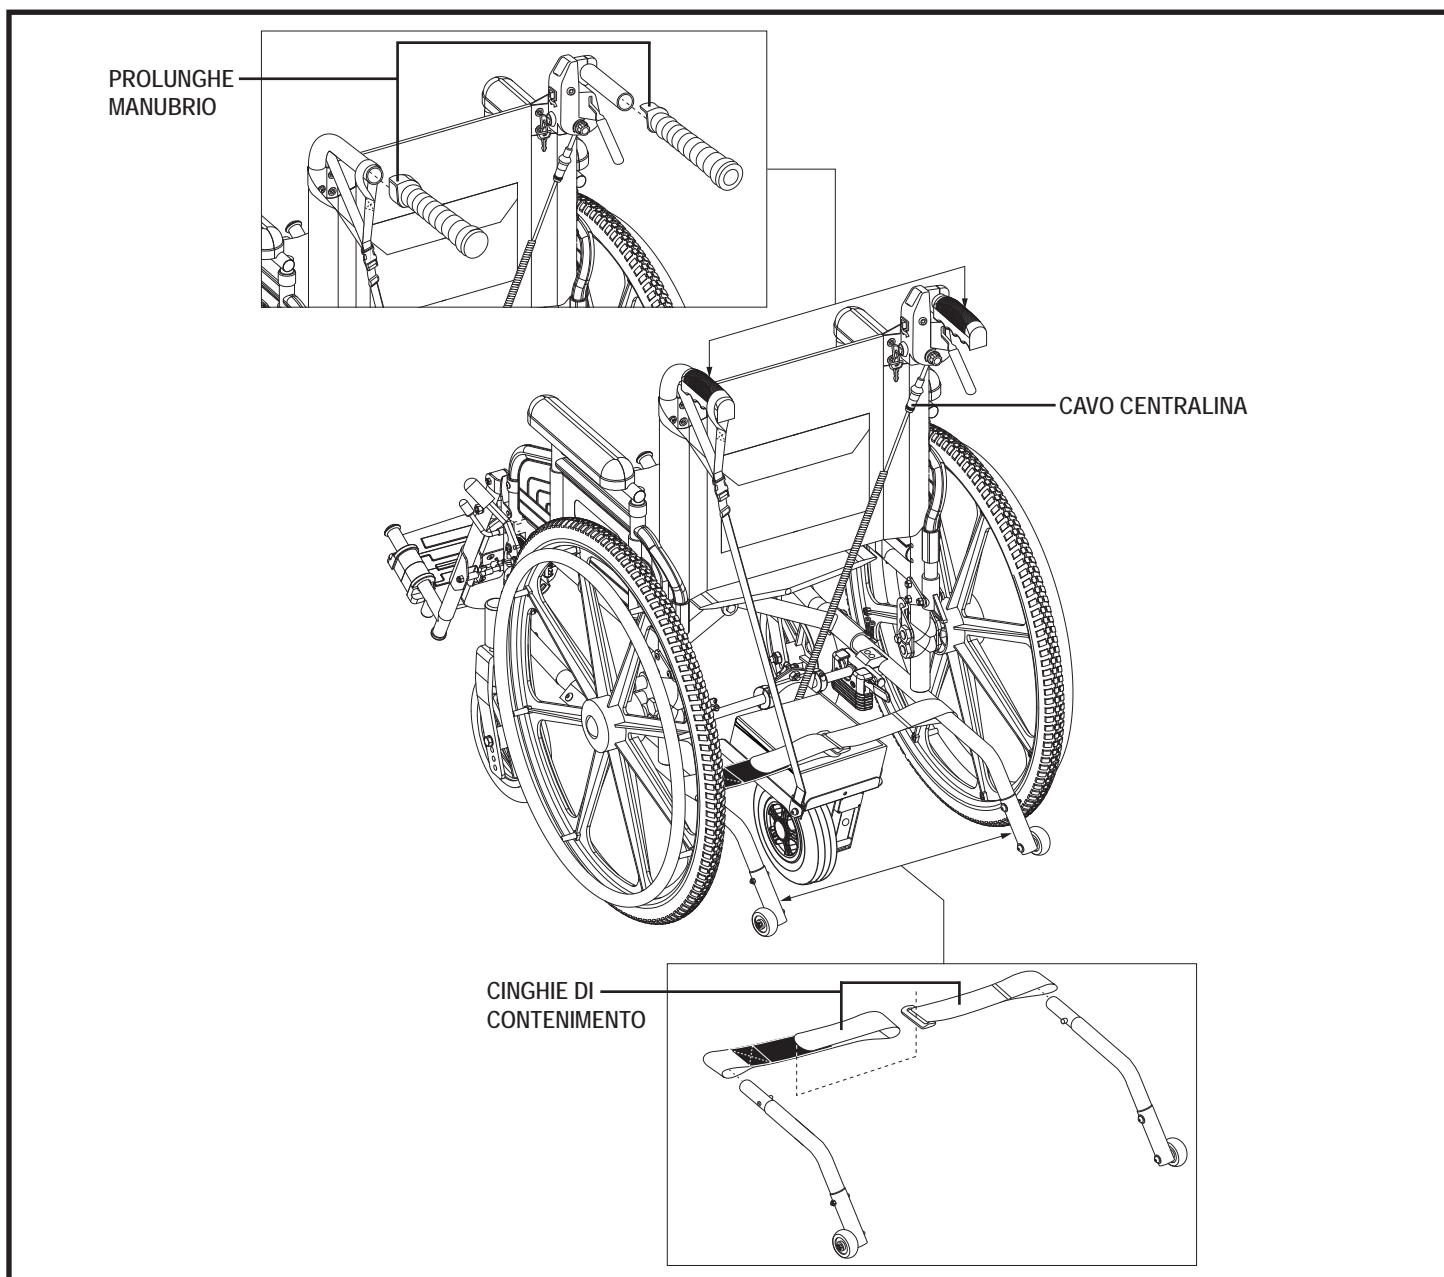

Figura 6. Direzione del cavo della centralina e installazione delle cinghie di contenimento (nell'illustrazione il modello mono-ruota)
12. Dirigere il cavo dal gruppo elettrico lungo lo schienale e collegare la presa del gruppo elettrico al modulo di comando. **Vedere figura 6.**
13. Unire le cinghie di contenimento alla parte inferiore del telaio della carrozzina come illustrato nella **figura 6.**